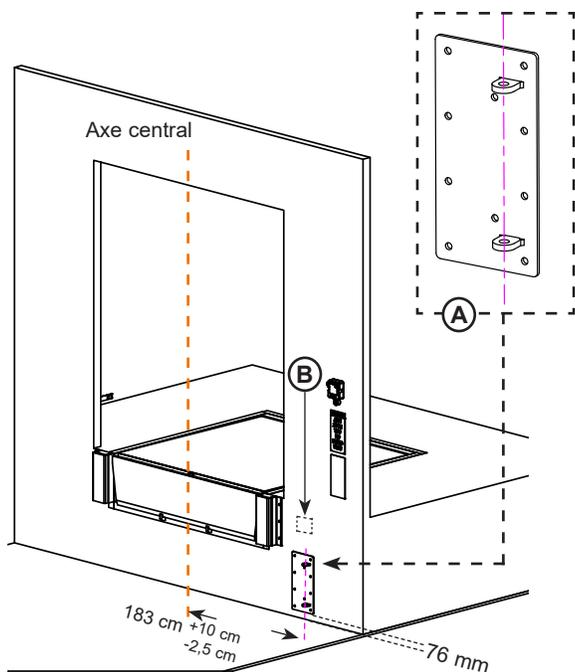

Figure 6
- Placer les supports d'axe de la plaque de montage mural (**A**) à la distance indiquée sur le plan d'implantation, mesurée à partir de l'axe central du niveleur de quai. Voir **figure 6**.